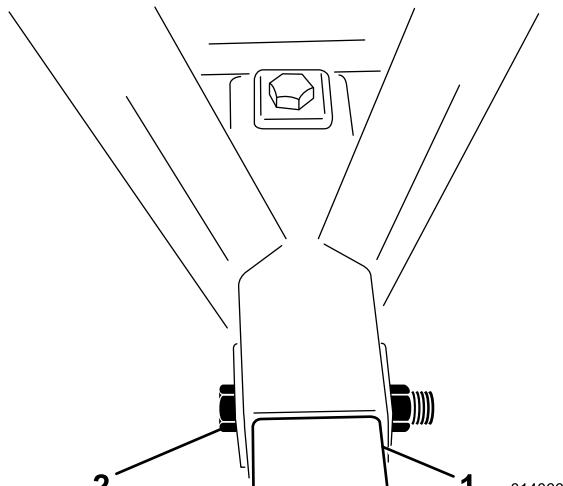

Figura 4
5. Inserite un bullone da 1 x 6-1/2 poll. nel telaio e nella barra di traino e installate il dado di bloccaggio (Figura 4).
6. Inserite un secondo bullone da 1 x 6-1/2 poll. nella parte superiore del telaio e attraverso la barra di traino. Inserite il dado di bloccaggio (Figura 4).